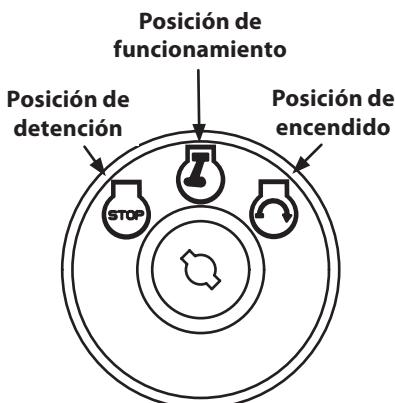

Figura 5-1
- Mueva la palanca de cambios a la posición neutral (N).
- Gire la llave de encendido en el sentido de las agujas del reloj hasta la posición START (encendido). Una vez que arranque el motor, suelte la llave. Volverá a la posición RUN (funcionamiento). Vea la Figura 5-1.
- Gire la llave de contacto hacia la derecha a la posición MARCHA. Vea la Figura 5-1.